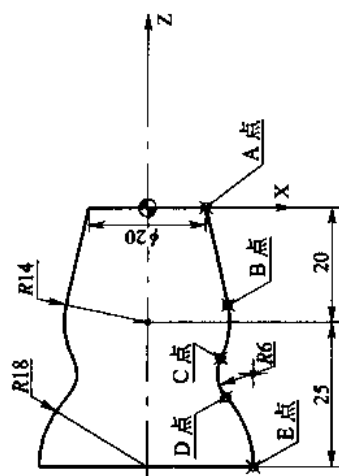

图 1—2
2. 根据所示工件的轮廓外形, 计算出图 1—2 各个基点的坐标值。